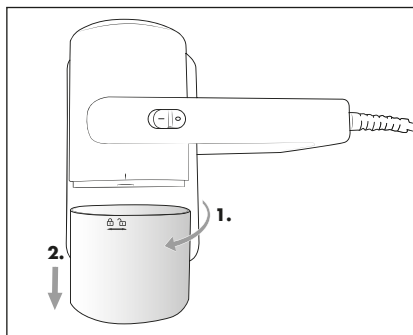

Fig. 4
- 1) Per rimuovere il contenitore della polvere **4** dall'apparecchio, ruotarlo in senso antiorario fino a quando il segno sull'apparecchio non viene a trovarsi sopra al simbolo  (aperto) (fig. 4).